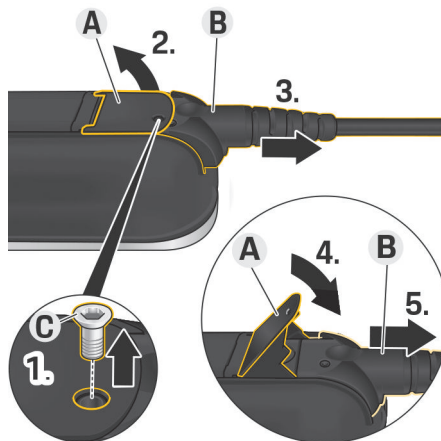

Fig. 125 Desligar cabos
1. Retire o parafuso **C** (Fig. 125) com uma ferramenta adequada.
2. Levante alavanca **A** (Fig. 125).
3. Puxe a ficha **B** (Fig. 125) para fora até sentir resistência.
4. Feche a alavanca **A** (Fig. 125).
5. Puxe a ficha **B** (Fig. 125) completamente para fora.